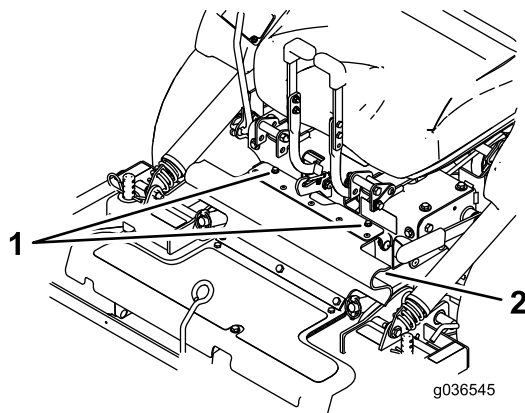

Figura 13
3. Afloje los pernos de sujeción del protector de goma (Figura 13).